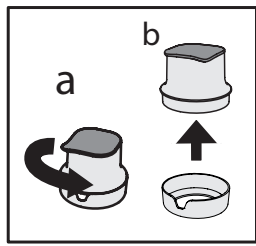

Fig. 5
- Enlevez l'entonnoir du boîtier de filtre en le tournant dans le sens contraire aux aiguilles d'une montre (**Fig 5. a - b**).